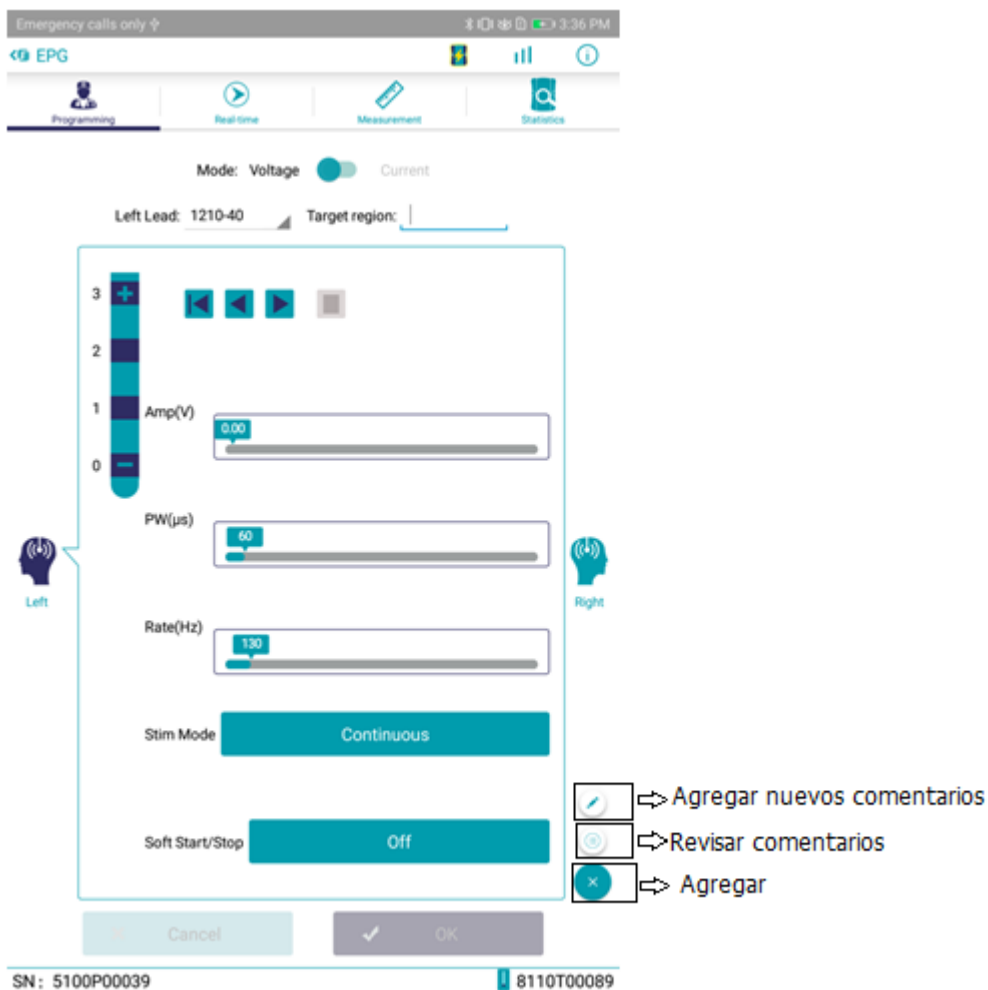

FIGURA 30: Columna de revisión y edición del historial de detección. \*
- 1) Haga clic en el botón Agregar para expandir los botones Agregar nuevos comentarios y Revisar comentarios (Figura 30).
- 1) Haga clic en el botón Agregar para expandir los botones Agregar nuevos comentarios y Revisar los comentarios (Figura 30).